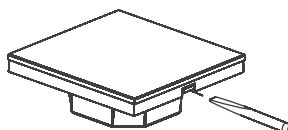

Рисунок 3. Снятие лицевой панели.
3.5. Отсоедините лицевую панель от корпуса, аккуратно поддев ее плоской отверткой (Рис. 3).